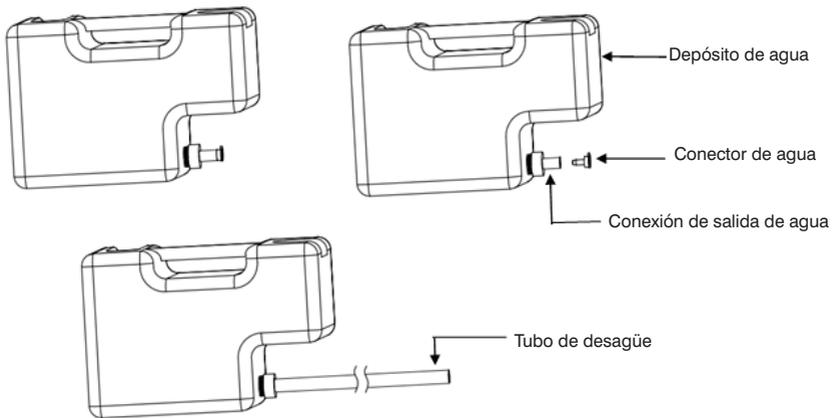

Ilustración 3
3. Uso del depósito de agua: puede utilizar el depósito de agua de dos formas. I) Uso directo. Cuando el depósito de agua esté lleno, la máquina se apagará automáticamente y entrará en un estado de espera. El LED mostrará la señal «Depósito lleno» y sonará la alarma. Cuando se vacía el depósito de agua y se vuelve a poner en su sitio, el deshumidificador puede continuar funcionando. II) Drenaje continuo. Tal y como se muestra en la ilustración 3, para restablecer el funcionamiento del depósito de agua debe sacar el depósito, desatornillar la cubierta, hacer un agujero en la salida, desatornillar la cubierta y montar el tubo de desagüe.